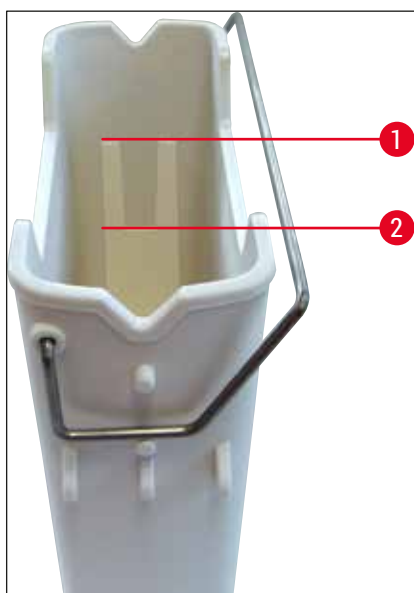
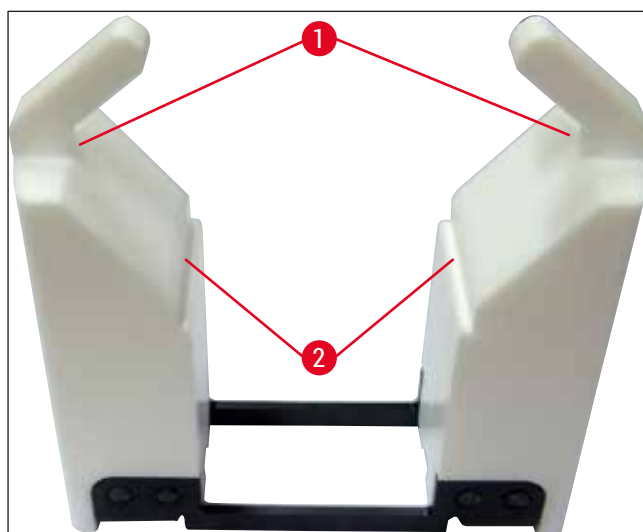

Fig. 66
Fig. 67
Controllare che la maniglia delle cuvette sia posizionata correttamente sulla cuvette per reagenti. In caso contrario, fissare la maniglia come da (→ "Fig. 66").
- In fase di riempimento dei due tipi di contenitore per reagente, osservare le tacche di livello situate all'interno delle cuvette per reagenti (→ "Fig. 66") (→ "Fig. 67").
- Se nelle cuvette per reagenti sono utilizzati inserti per colorazioni speciali (→ "Fig. 67"), per ridurre il volume del reagente, inserire prima gli inserti nella cuvette per reagenti e poi riempirle di reagente fino ad almeno il livello minimo indicato (→ "Fig. 67-2"), senza superare però il livello massimo (→ "Fig. 67-1").